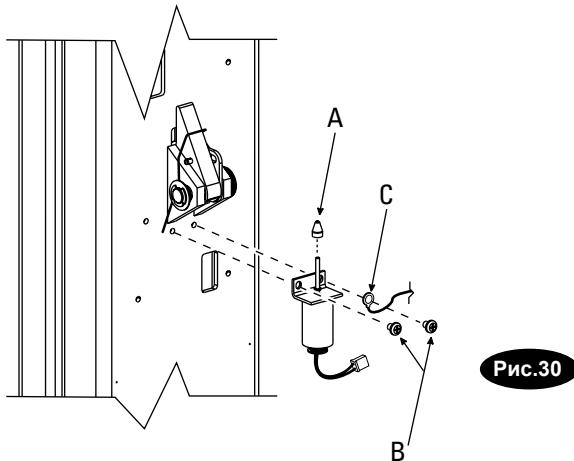

Рис.30
22. Подключение соленоида: Подключите соленоиды под фиксирующими защелками на обеих стойках ,см. рис. 30. Вставьте ползунки в стержни плунжеров соленоидов. Установите соленоиды на стойки и закрепите ,см. рис. 30.